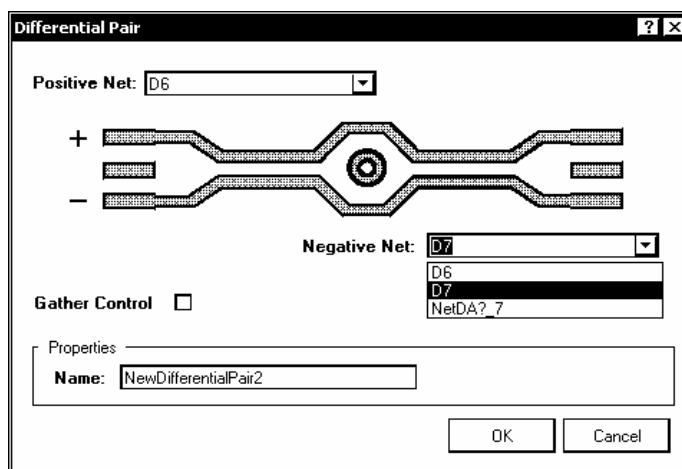

Рис. 7.17
1) щелчком на кнопке Add активизировать объявление новой дифференциальной пары. Откроется окно формирования дифференциальной пары Differential Pair (рис. 7.17);